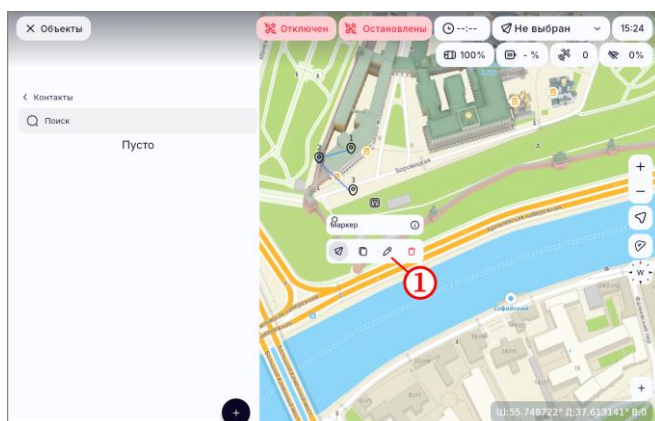

Рисунок 79
- на всплывающем меню нажать на пиктограмму  (рисунок 79, шаг 1);